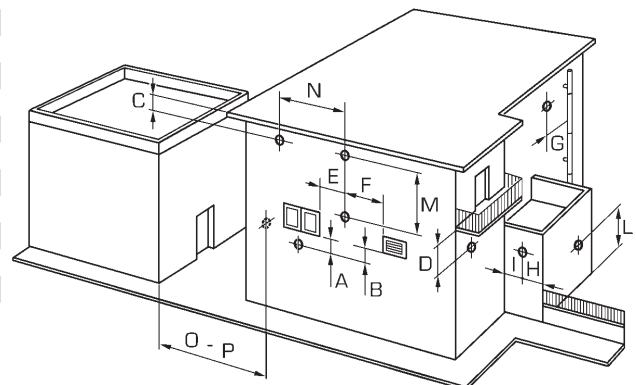

Fig. 10
2.8 POSICIÓN DE LOS TERMINALES DE EVACUACIÓN (fig. 10)
Las distancias mínimas que deben ser respetadas, presentadas en la **Tabla 3**, representan indicaciones no vinculantes, con referencia a un edificio como el de la fig. 10.